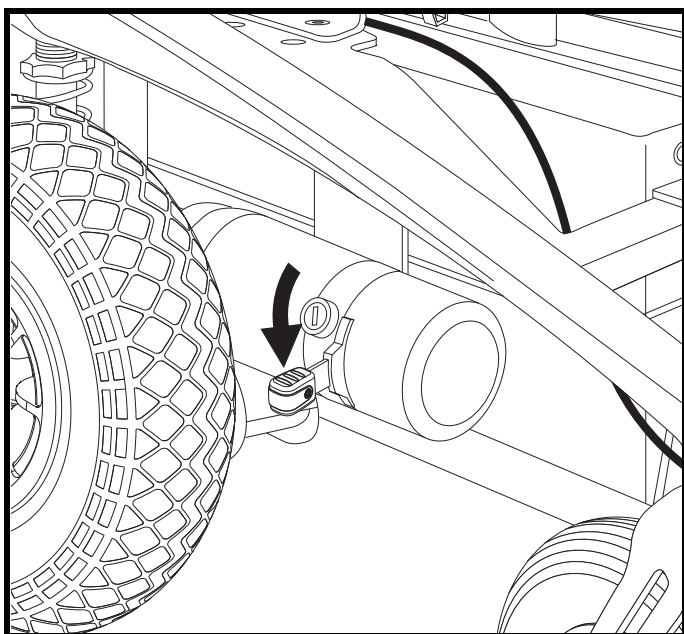

Figura 3. Modalità sblocco ruote manuale (trazione disinserita)
1. Premere entrambe le leve di sblocco ruote per liberarle (motore guida disattivato). **Vedere figura 3.**